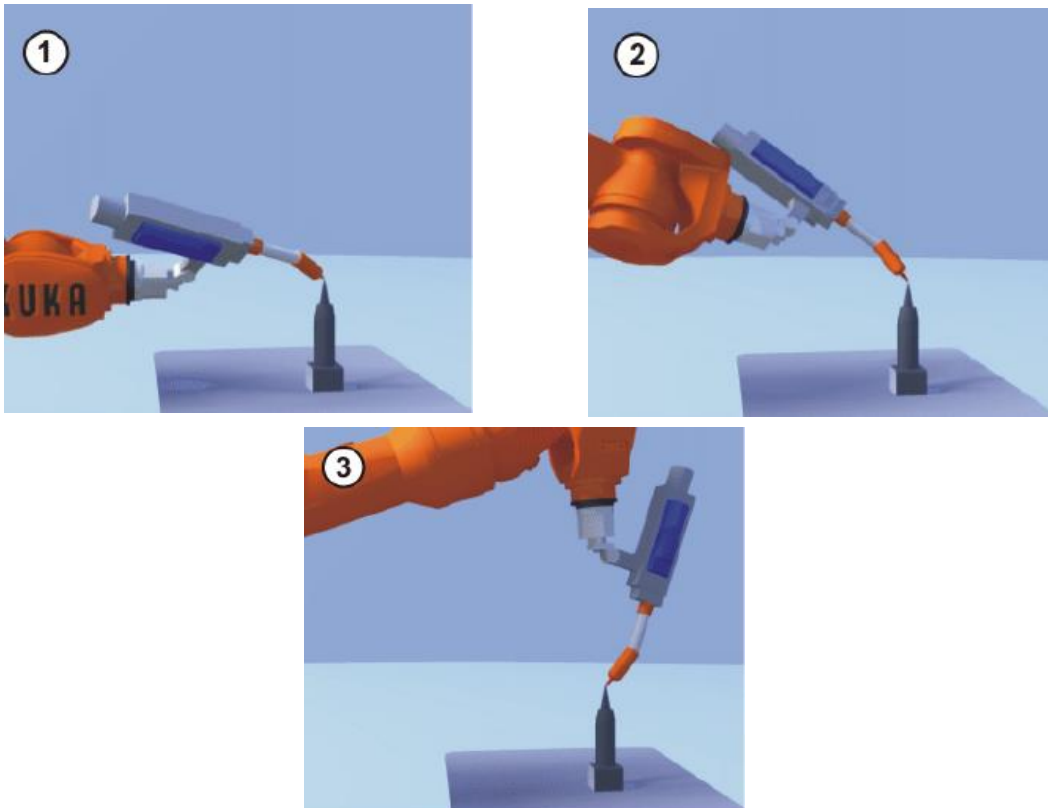

Figure 2 : 3 postures différentes telles que l'origine (O_T) du repère Outil touche un même point de référence (P).
l'outil, touche un même point de référence, noté P (défini dans l'espace R^3). Veillez à ce que les différentes postures soient suffisamment distinctes les unes des autres, **notamment faites en sorte de modifier toutes les valeurs des articulations (A_1, \dots, A_6) lors du passage d'une posture à la posture suivante**, voir la figure 2.
- 5) On suppose disposer de 3 postures telles le point d'origine O_T (situé à l'extrémité de l'outil) est commun, voir figure 2. Soient $\vec{1}q, \vec{2}q, \vec{3}q$, les vecteurs articulaires correspondant à ces 3 postures.